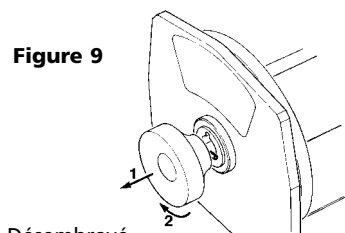

Figure 9
Tirez et tournez (voir figure 9) le levier d'embrayage à enroulement libre pour mettre à la position « désembrayé ». Déroulez plusieurs mètres de câble hors tambour. Remettez le levier d'embrayage en position « embrayé ». Activez un peu le treuil en position pour sortir le câble pour vérifier la rotation et la direction du tambour. Si le tambour tourne dans la mauvaise direction, revérifiez le câblage.
Tirez et tournez le levier d'embrayage pour mettre à la position « désembrayé » tel qu'indiqué à la figure 9. S'il y a une charge sur le câble, le bouton d'embrayage pourrait être difficile à sortir facilement. **NE FORCEZ PAS LE BOUTON D'EMBRAYAGE.** Relâchez la tension du câble en le remuant un peu pour sortir un peu de câble. Laissez aller l'embrayage et sortez le câble métallique puis fixez-le sur une charge d'ancrage. Vérifiez qu'il reste au moins cinq (5) tours de câble sur le tambour. Embrayez à nouveau le tambour en passant le levier d'embrayage à la position « embrayé » (voir la figure 9).